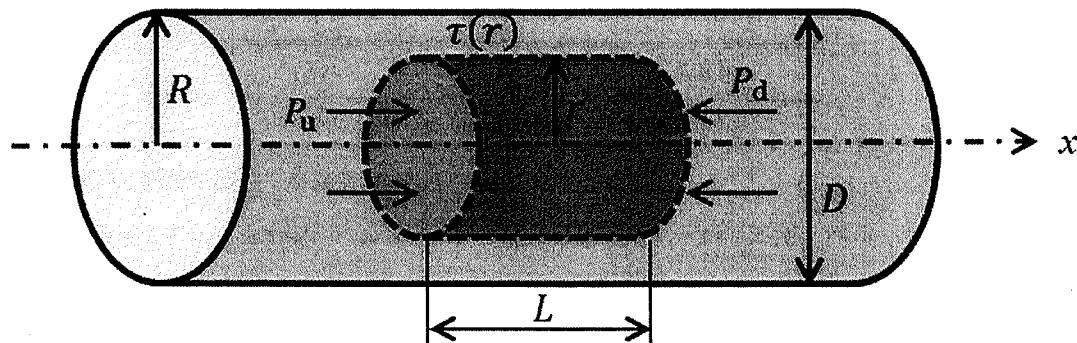

図1 水平に置かれた円管の模式図
問1 図1に示したような、水平に置かれた円管内を流体が x 方向に速度 $u(r)$ [m·s⁻¹]で流れている。ここで r [m]は円管の中心から任意の位置までの距離とする。流体は、ニュートン流体で、十分に発達した層流とする。円管の半径を R [m]とし、流体の密度を ρ [kg·m⁻³]とし、粘度を η [Pa·s]とする。流体中に円管と共通の中心軸を有し、半径 r 、長さ L [m]の円柱状の区間を考える。この区間の上流側と下流側の圧力をそれぞれ、 P_u [Pa]、 P_d [Pa]とし、この圧力差を、 ΔP [Pa] = $P_u - P_d$ とする。
- (1) ニュートンによれば、流体にかかるせん断応力 τ [Pa]とせん断速度 $\dot{\gamma}$ [s⁻¹] = $-\frac{du}{dr}$ には、 $\tau = \eta\dot{\gamma}$ の関係がある。ニュートン流体の特徴は、温度と圧力が一定の場合は、流体の粘度 η が、せん断速度によらず（①）ことである。①に入る言葉を書きなさい。
- (2) 図1に示した円柱状の区間を考え、 r [m]の位置におけるせん断応力 $\tau(r)$ を ΔP と L を含んだ式で表しなさい。
- (3) 円管内の速度分布 $u(r)$ を求めなさい。
- (4) 円管内で、長さ L 離れた区間の圧力差 ΔP を、断面平均流速 u_m [m·s⁻¹]と、円管の半径 R を含んだ式で表しなさい。この関係式は、（②）の法則と呼ばれる。②に入る言葉を書きなさい。